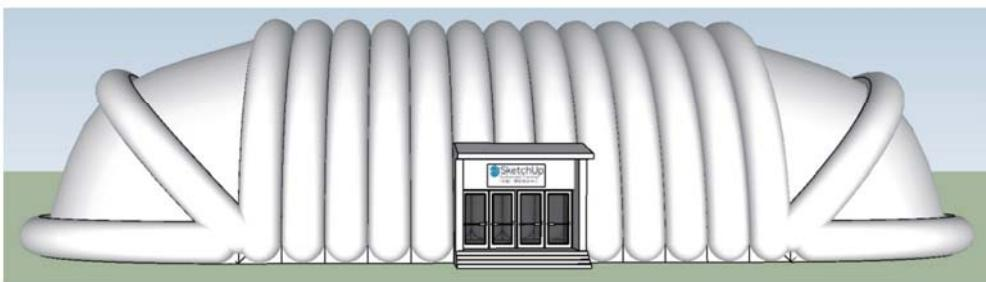

图 1.4.19 以其他插件成形的气肋式游泳馆示例
(3) 充气结构不一定全要用“肥皂泡”插件，图 1.4.19 就是综合运用 SketchUp 的其他插件与技巧生成近乎实体的充气部件，综合运用其他工具与一系列技巧，还可生成各种形态、各种用途的气膜结构，如气肋、气枕、气囊等多种充气曲面模型。